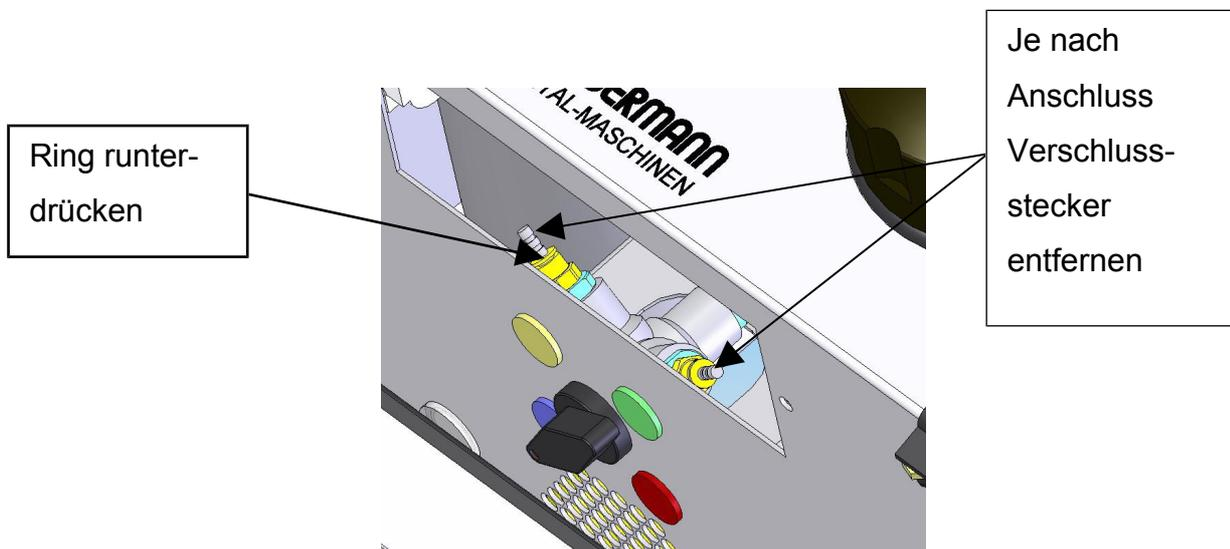

Bild 6
- Entfernen Sie den jeweiligen Verschlussstecker, in dem Sie den Ring der Steckverschraubung herunterdrücken und gleichzeitig an dem Verschluss-stecker ziehen. **Bild 6**